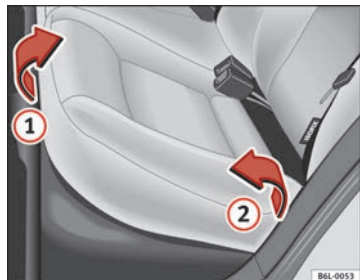
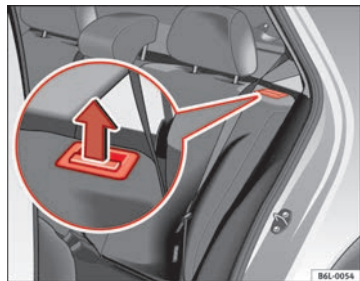

Fig. 77 Rabattement de l'assise arrière
Fig. 78 Touche de déverrouillage du dossier arrière
- Tirez la partie avant de l'assise ⇒ fig. 77 ① vers l'avant dans le sens de la flèche.
- Soulevez l'assise ② vers l'avant dans le sens de la flèche.
- Tirez la touche de déverrouillage ⇒ fig. 78 dans le sens de la flèche et basculez le dossier vers l'avant.